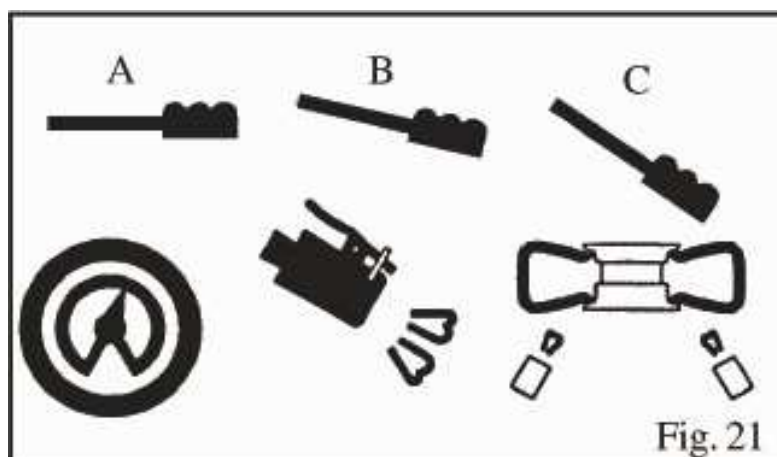

Fig. 21
- Bajar el pedal hasta la posición intermedia (B - Fig. 21)
- Si el talón del neumático no está bien colocado, debido a un talón rígido, levantar manualmente el neumático hasta que el talón superior se apoye contra la llanta y luego, presionar el pedal hasta el fondo (C - Fig. 21). Un fuerte chorro de aire será liberado a través de las boquillas en las guías y esto ayudará a la colocación de los talones.
- Soltar los neumáticos; poner el pedal en la posición intermedia (B - Fig. 21) y continuar inflando el neumático con chorros de aire cortos, controlando constantemente la presión entre un chorro de aire y otro hasta que se alcance la presión requerida.